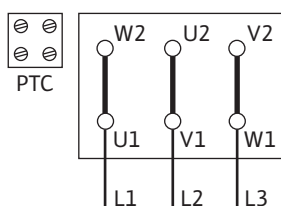
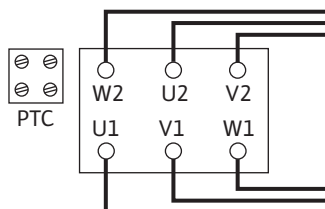

Fig. 5: Avviamento Y-Δ
Fig. 6: Collegamento Δ
- L'alimentazione di rete dipende dalla potenza motore P2, dalla tensione di rete e dal tipo di connessione. Per il collegamento necessario ai ponti di connessione nella morsettiera, fare riferimento alla seguente tabella e alle Fig. 5 e Fig. 6.
Avviamento Y-Δ (standard)	Rimuovere i ponti di connessione (Fig. 5).
Start mediante avviamento soft	Collegamento Δ (Fig. 6)